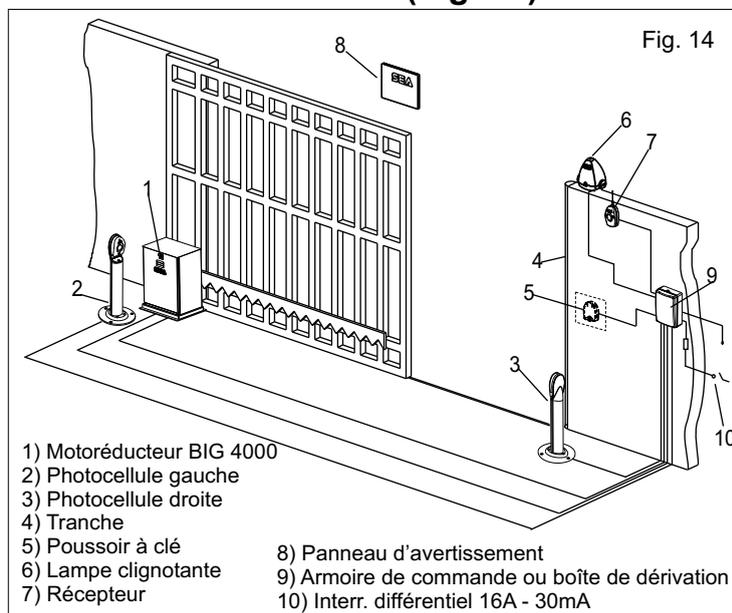

Fig. 14
8. INSTALLATION TYPE (Fig. 14)